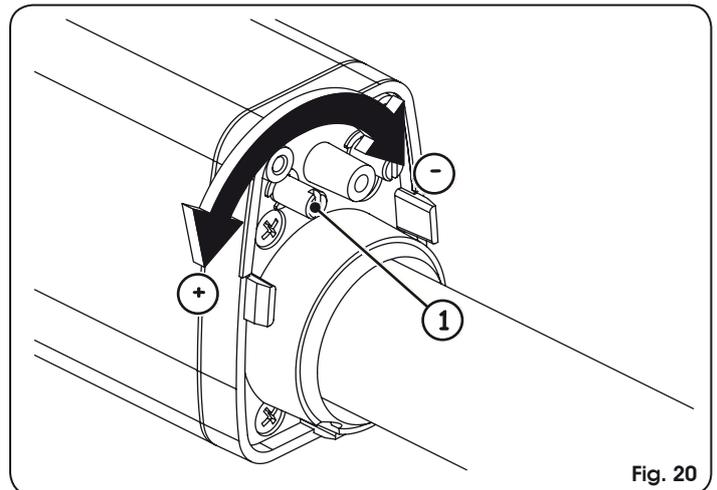

Fig. 20
3. Pour régler le fin de course d'ouverture FCA agir sur la vis de réglage, Fig. 20 réf. ①, en la tournant en sens inverse horaire pour augmenter la course de la tige et, vice versa, en sens horaire pour la réduire.